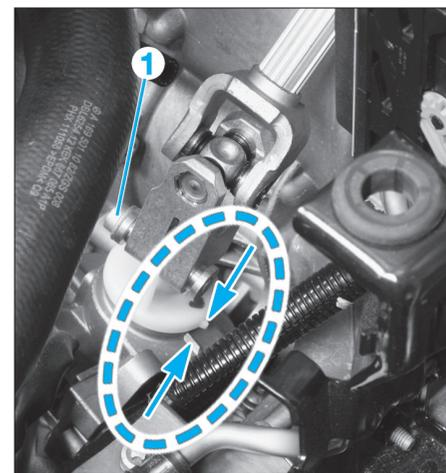

FIG. 14
- Vérifier la position médiane du boîtier de direction : le repère de la colonne de direction doit coïncider avec celui du boîtier de direction (Fig.14).